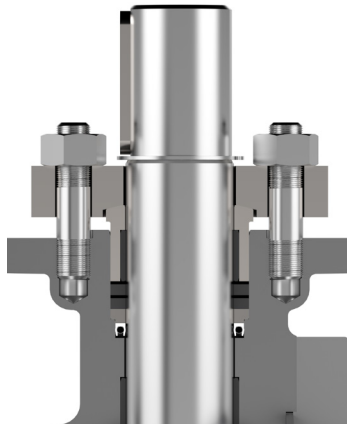

图 2
22. 把弹簧加载的唇式密封 (#12) 装入阀体，置于阀杆 (#4) 上方，使开口/弹簧侧朝向下方，安装支撑环 (#9)，置于阀杆 (#4) 上方，凸台面向下 (如图 2 所示)，轻轻将两者推到位 (低于填料函位置)。(见图 3a 和 3b)
23. 安装一组“石墨填料环 (厚环)”和“扩散阻隔环 (薄)” (#13)，位于阀杆 (#4) 上方。(如图 2 所示)。